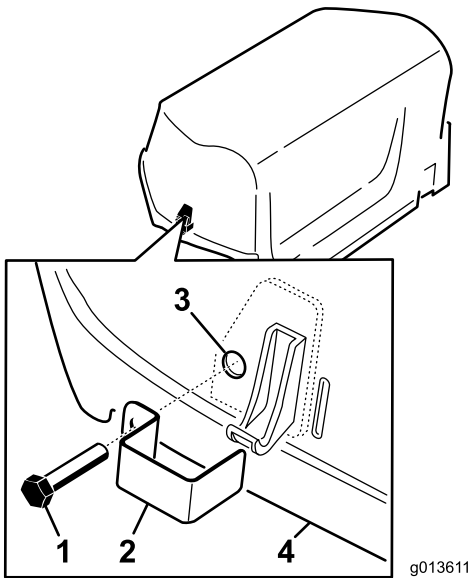

Рисунок 5
1. Установите замок фиксатора над левой и правой защелками капота (Рисунок 5), используя самонарезающие болты (всего 2 шт.).
2. С помощью плоскогубцев или разводного ключа наверните на каждый болт стопорную шайбу с внутренним зубом (1–2 витка резьбы) для фиксации болтов (Рисунок 5).